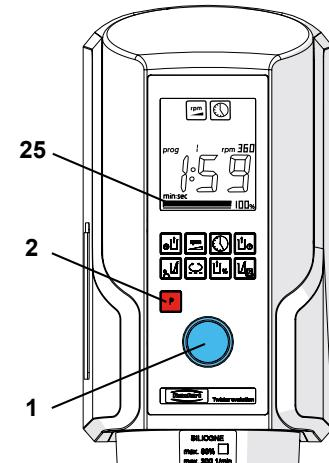

Fig. 8
- ⇒ Soltar apenas quando o copo se mantiver sozinho e a barra indicadora do vácuo estiver acima da metade (25, Fig. 8)!